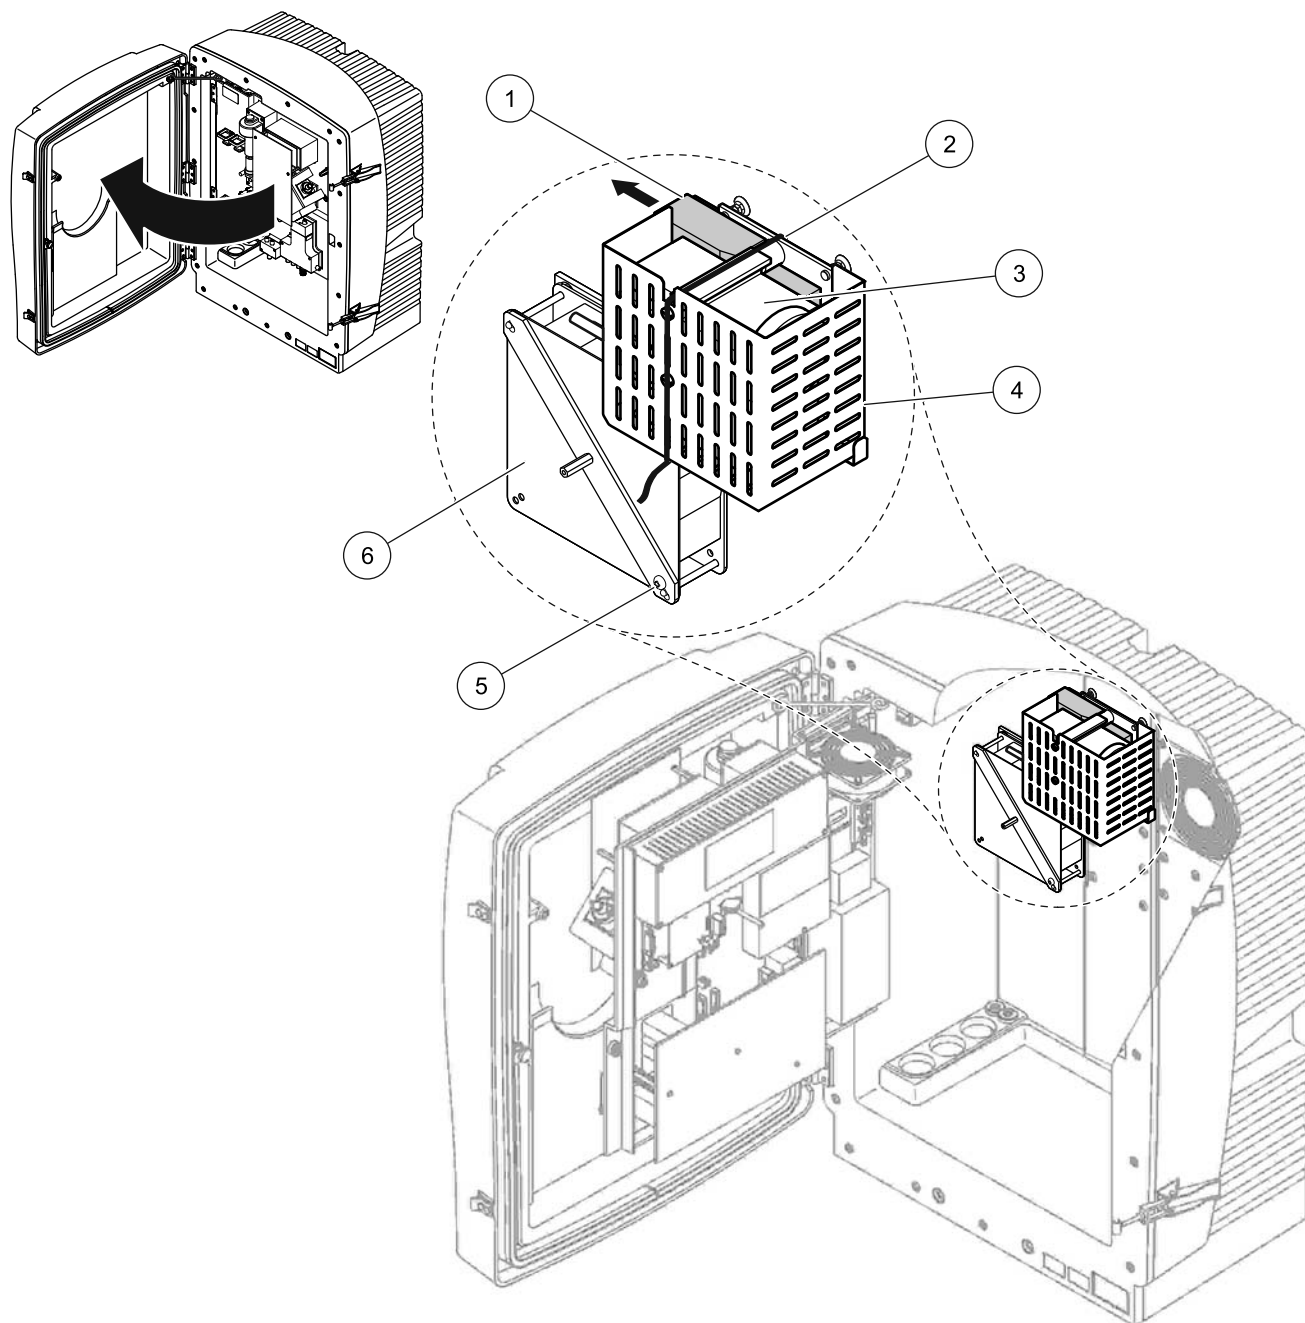

図 10 コンプレッサ輸送ロックの解除¹
3. ケーブルタイを取り外して、コンプレッサ輸送ロックを左に引き出します (20 ページの 図 10)。